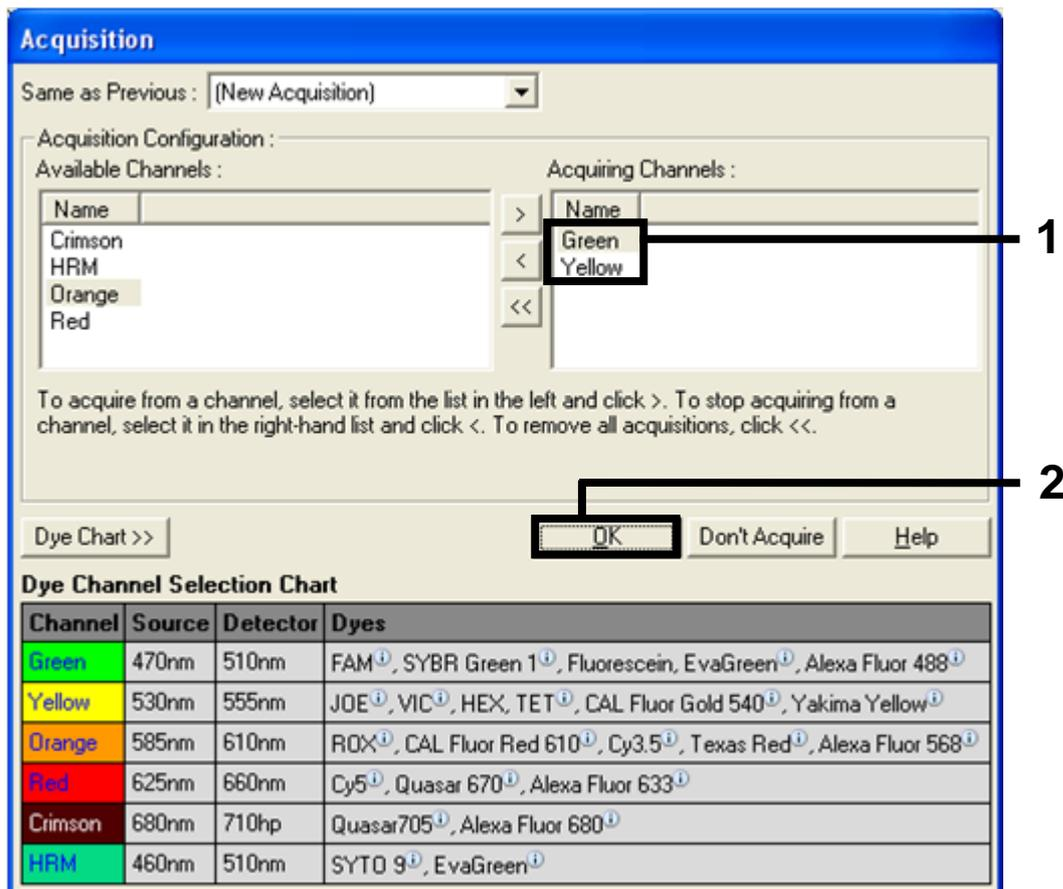

Ilustración 28. Adquisición en el paso de ciclado a 60 °C (1 = Canales seleccionados, 2 = Botón "OK" [Aceptar])
10. Establezca "Green" (Verde) y "Yellow" (Amarillo) como canales de obtención. Para ello, seleccione el botón ">" para transferirlos de la lista "Available Channels" (Canales disponibles). Haga clic en "OK" (Aceptar) (ilustración 28).